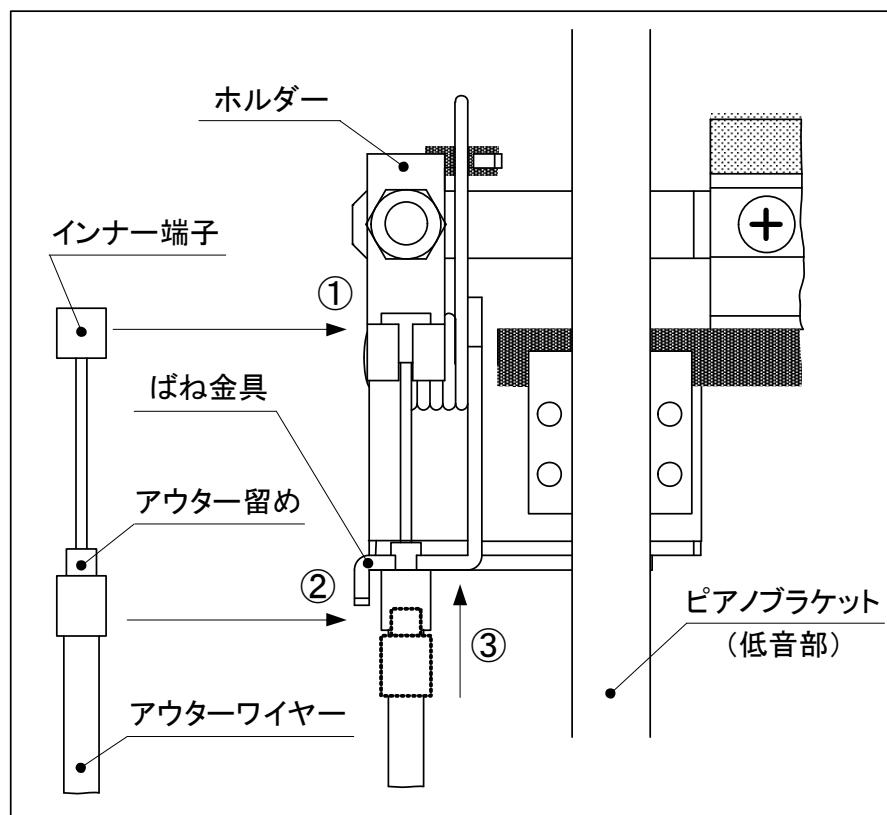

図3.5-3 ワイヤーの掛け方
(3) 図3.5-3の手順でワイヤーを金具へ掛ける。
- ① インナー端子をホルダーへ掛ける。
- ② アウター留めを引っぱりながら、ばね金具の溝にワイヤーを通す。
- ③ アウター留めをばね金具の下側からはめ込む。